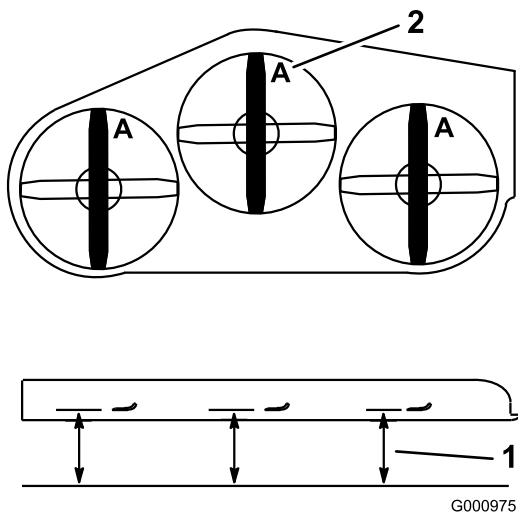

Figure 91
4. Mesurez au point **A** et entre la surface plane et le bord coupant des pointes des lames (Figure 91)